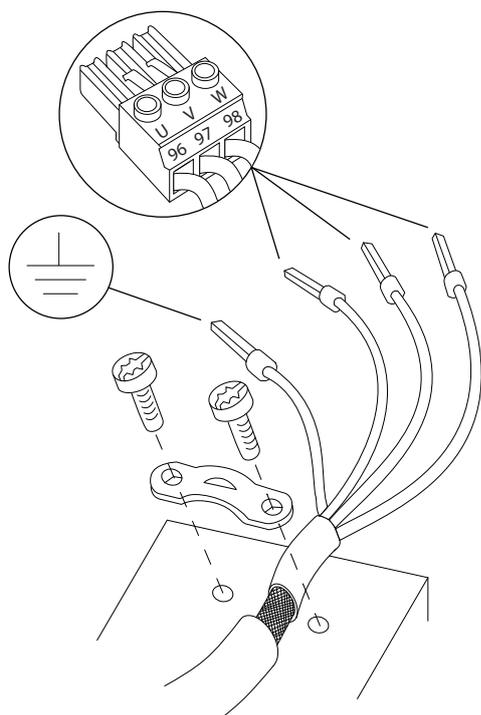
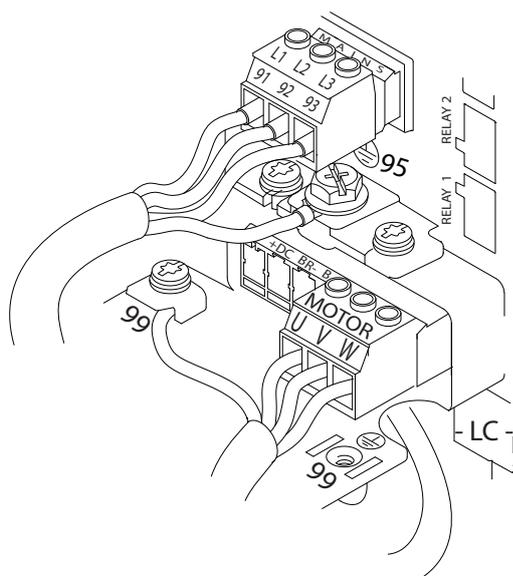

Рисунок 4.5 Подключение двигателя
Рисунок 4.6 Пример подключения кабелей двигателя, силовых кабелей и заземления
- Создайте электрический контакт между экраном кабеля и корпусом преобразователя частоты с помощью металлических кабельных уплотнений или зажимов, поставляемых с оборудованием (см. *Рисунок 4.5* и *Рисунок 4.6*).
- Подключите кабель заземления в соответствии с инструкциями по заземлению в 4.3 *Заземление*, см. Рисунок 4.5.
- Подключите проводку трехфазного двигателя к клеммам 96 (U), 97 (V) и 98 (W), см. Рисунок 4.5.
На Рисунок 4.6 показаны подключение сетевого питания, двигатель и заземление для основных преобразователей частоты. Фактические конфигурации отличаются для разных типов устройств и дополнительного оборудования.
1. Подключите проводку 3-фазного входного питания переменного тока к клеммам L1, L2 и L3 (см. Рисунок 4.6).